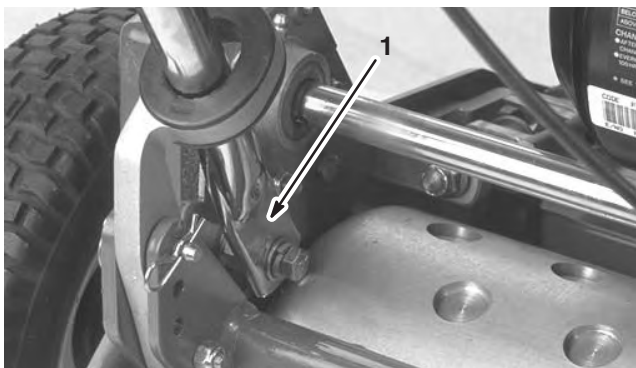

Bild 2
5. Drücken Sie die Griffenden nach innen und bauen Sie sie in die Befestigungsstifte ein (Bild 2).
6. Befestigen Sie die Griffenden mit den vorher entfernten Kopfschrauben, den Unterlegscheiben und den Sicherungsscheiben an den Befestigungsstiften (Bild 2).
7. Befestigen Sie die untere Seite der Griffarme an jeder Seite am Rasenmäher. Verwenden Sie die vorher abgenommenen Kopfschrauben und Sicherungsmuttern (Bild 2). Vergessen Sie nicht, die Büchsen in den Befestigungsöffnungen für den Griffarm einzubauen.
8. Befestigen Sie die Griffarme hinten am Rahmen. Verwenden Sie die vorher ausgebauten Splints und Ringstifte (Bild 2).